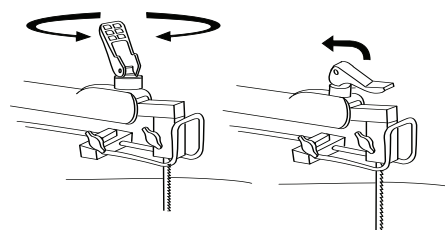

Figura 11. Palanca Tensora de Suelta Rápida
1. Elimine la tensión de la hoja levantando la palanca tensora de suelta rápida y girándola en sentido contrario al de las agujas del reloj (Figura 11).
NOTA: Para realizar el corte y evitar una elevación incontrolable de la pieza de trabajo, los dientes de la hoja que se use en la estación ** de contornear deben estar orientados siempre hacia abajo, de la manera que se muestra en la Figura 11, cuando se instale la hoja.
1. Elimine la tensión de la hoja levantando la palanca tensora de suelta rápida (Figura 11) y gírela en sentido contrario al de las agujas del reloj.
Para tensar la hoja, mueva la palanca tensora de suelta rápida hasta la posición hacia "abajo". A medida que se baje la palanca, se aplicará tensión a la hoja (Figura 11).